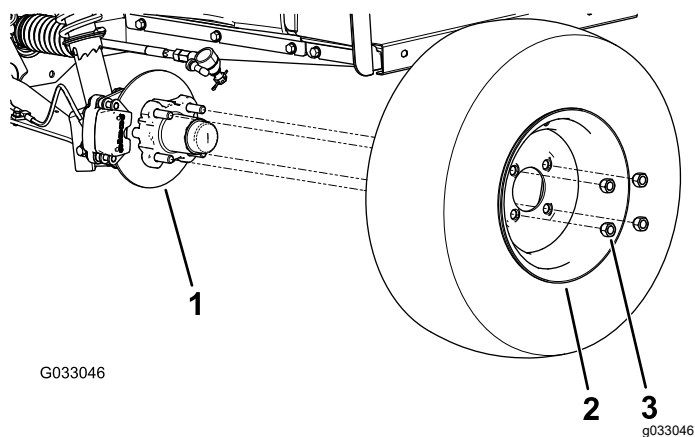

図 23
2. ホイールをハブに固定しているラグナット4個を外す 図 23。
- ホイールをハブに取りつける。空気バルブを外側に向けて取り付けると 図 23。
- ラグナットを使用して、ハブにホイールを取り付ける 図 23。